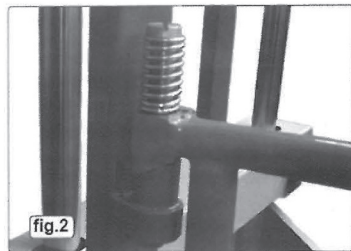

fig.2
5. Installez la protection en l'abaissant sur la charnière inférieure, puis en insérant le grand doigt et le ressort dans les trous de charnière supérieurs et en installant la vis (fig. 2). Une certaine pression sur le doigt peut être nécessaire pour installer l'érou.